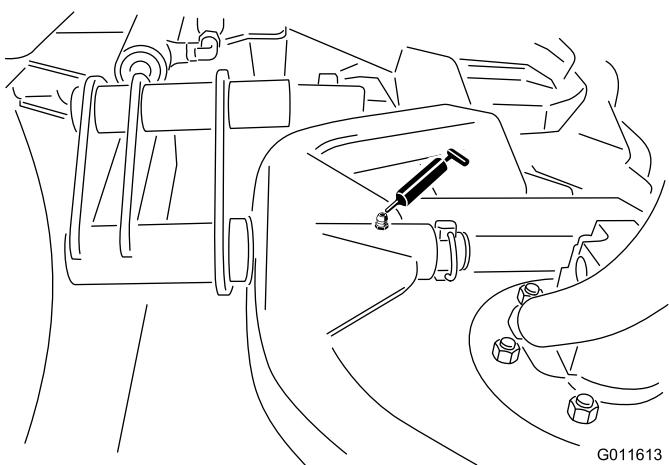

Figura 31
- Estrutura de suporte da articulação da unidade de corte (1 de cada) (Figura 31)